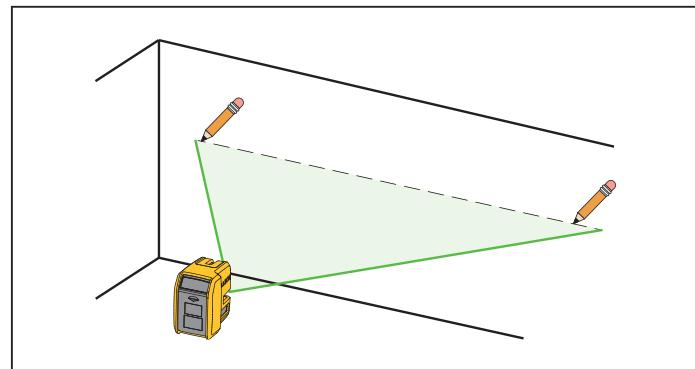

图 2. 新式水平或对角标记
2. 将产品围绕中心转动，直至水平激光指向目标区。请参阅图 2。